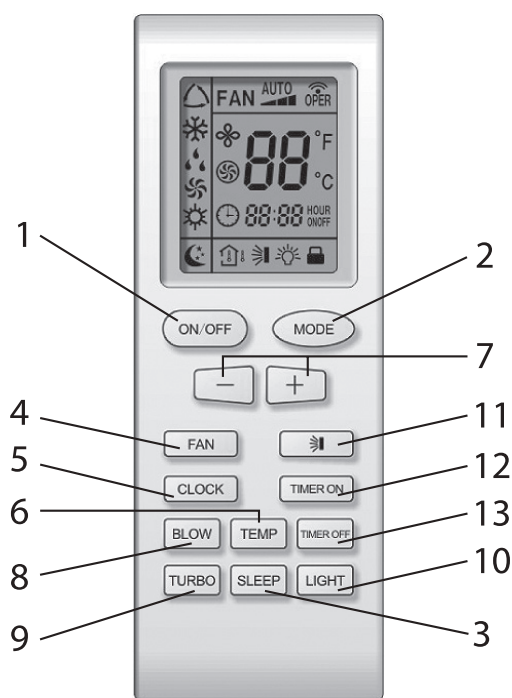

Рис. 7.7
7.5.2 Инфракрасный пульт управления YB1FA (рис. 7.7).
– Комментарии к рис. 7.7 см. таблицу 7.1.